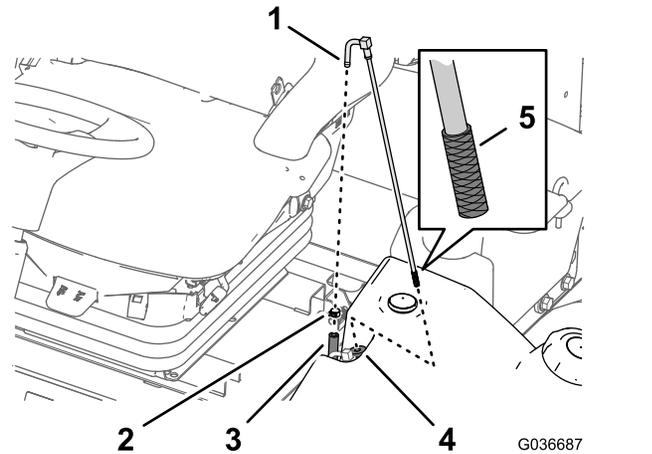

Figura 58
1. Retire a braçadeira de tubos que prende o tubo de alimentação do combustível à união do tubo de recolha de combustível (Figura 58).
2. Separe o tubo da união (Figura 58).
3. Levante o tubo de recolha de combustível do depósito do combustível (Figura 58).
4. Limpe quaisquer detritos no filtro na extremidade do tubo de recolha de combustível (Figura 58).
5. Insira o tubo de recolha de combustível através do casquilho de borracha e no depósito (Figura 58).